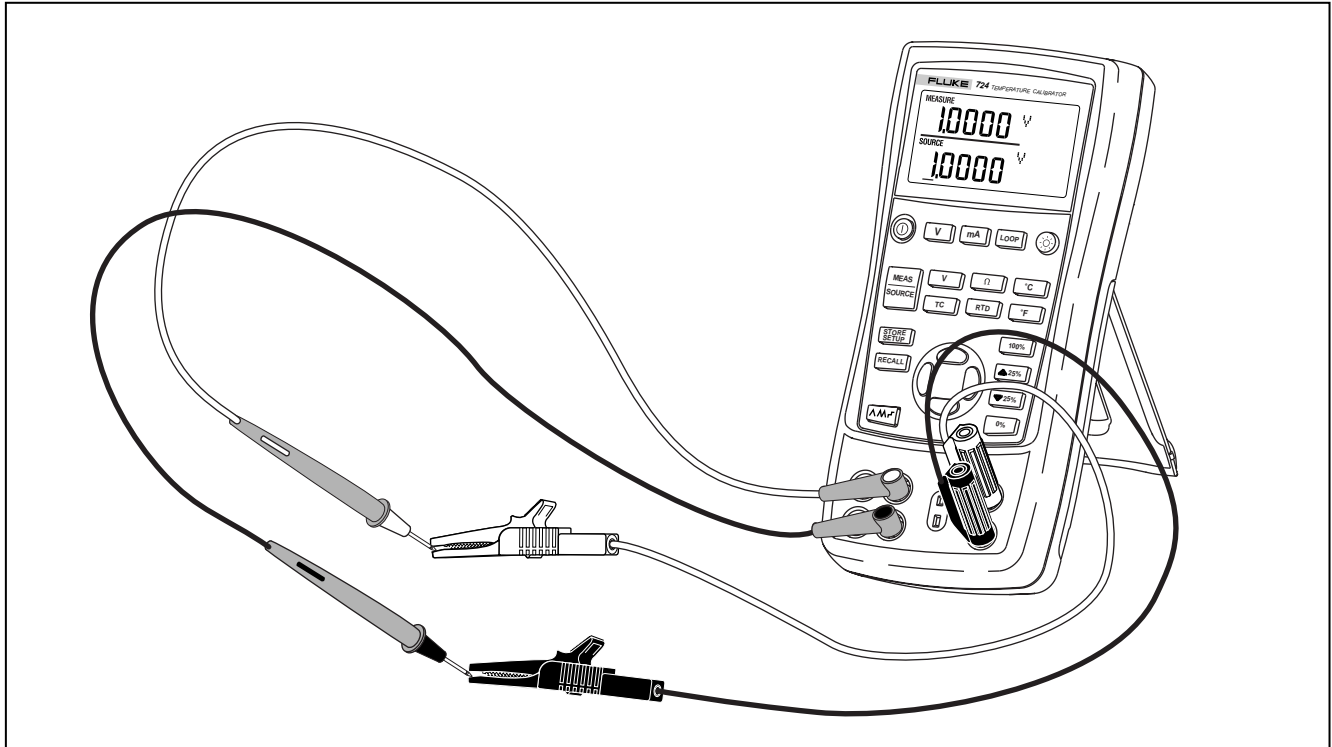

Abbildung 5. Spannung-Spannung-Prüfung
1. Den Spannungsausgang des Kalibrators gemäß Abbildung 5 mit dem Spannungseingang des Kalibrators verbinden.